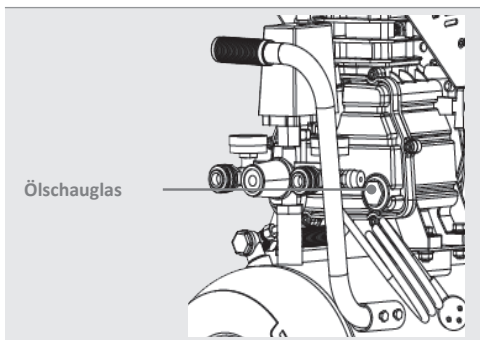

Abb. 4b: Ölschauglas (Abb. modellabhängig)
3. Füllen Sie nun das Öl ganz langsam in die **Öleinfüllöffnung**. Füllen Sie so viel Öl auf, bis es in der Mitte des **Ölschauglases** (siehe Abb. 4b) steht. (Verwenden Sie **ROWI Kompressoröl ISO VG 100** oder Öl der Qualität **10W40**. Bei 5°C sollte Öl der Qualität